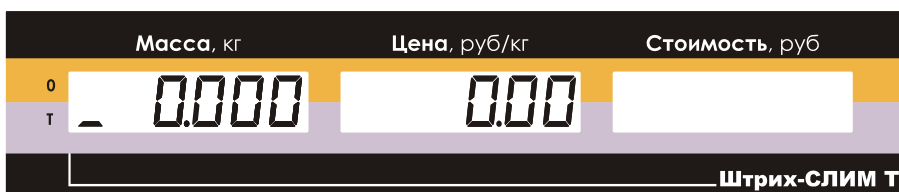

Рисунок 58. Показания дисплея после выборки массы тары.
- поставьте тару на грузоприемную платформу, показания массы на дисплее обнулятся, включится указатель Т ("Тара") (см. Рисунок 58):